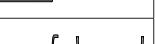

Afb. 2
2. Andere accessoires, zoals de opvangbak en de bakplaat, worden op dezelfde manier als het rooster geplaatst (Fig. 2).